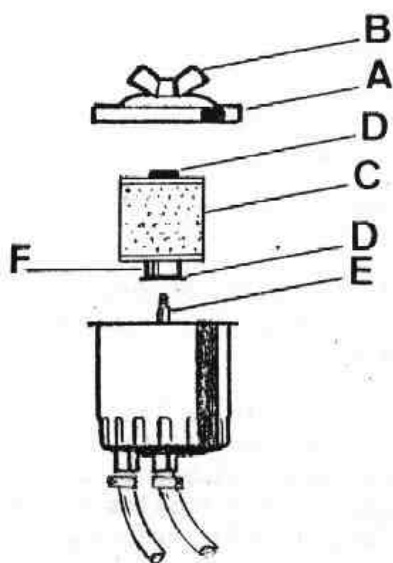

Fig. G2-3 Montaje del filtro del circuito hidráulico
- 2.2. Extraer la tapa, A (Fig. G2-3) del depósito, habiendo desenroscado previamente su tuerca de palomilla, B.
- 2.3. Sacar el filtro usado, C (Fig. G2-3) con sus dos arandelas de caucho, D.
- 2.4. Aplicar una película del aceite del circuito hidráulico, al interior de las dos juntas de caucho, D (Fig. G2-3) del nuevo filtro.
- 2.5. Introducir el filtro, C (Fig. G2-3), sobre el eje, E, del depósito, teniendo en cuenta que el resalte, F, del filtro, tendrá que ir hacia la parte inferior. El filtro se introducirá hasta el fondo, haciendo presión sobre la arandela de caucho superior, D, observándose que ésta junta y la inferior están perfectamente encajadas en el filtro.